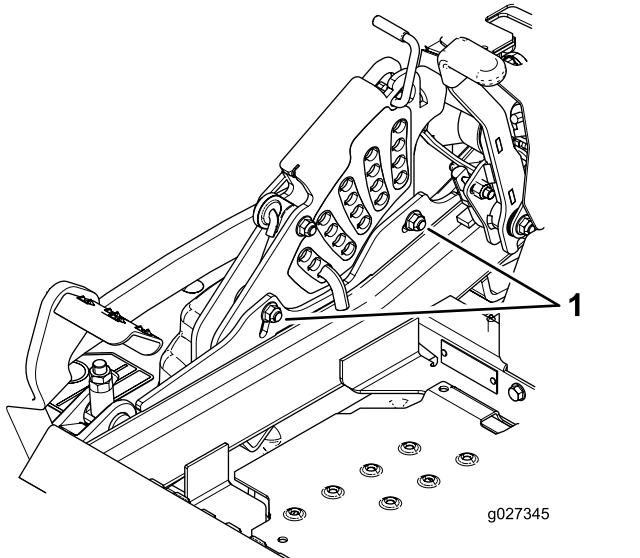

Figura 99
11. Para ajustar el sistema de ajuste de un solo punto, afloje los 2 pernos situados cerca del borde inferior de la pletina de altura de corte (Figura 99).
13. Apriete los 2 pernos en el borde inferior de la pletina de altura de corte (Figura 99).